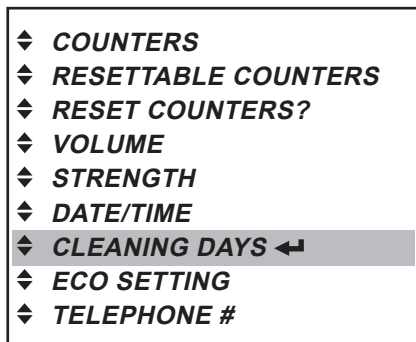

Рис. 38
- Нажать кнопку ввода ◀, чтобы вызвать меню «CLEANING DAYS» («ДНИ ОЧИСТКИ») (Рис. 38).